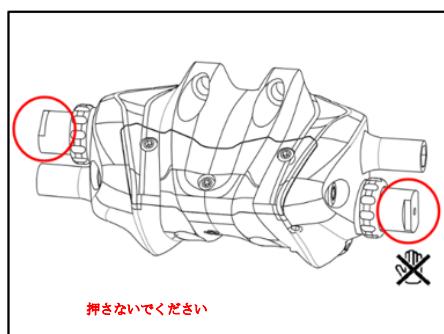

図 K-1 シリンダーを押さないでください
- ・ ブレーキシステムの取り付けが完了する前に、図 K-1 の丸で囲んだシリンダーセクションを押さないでください。組み立て前にシリンダーを押すと、システムの異常を引き起こす可能性があります。